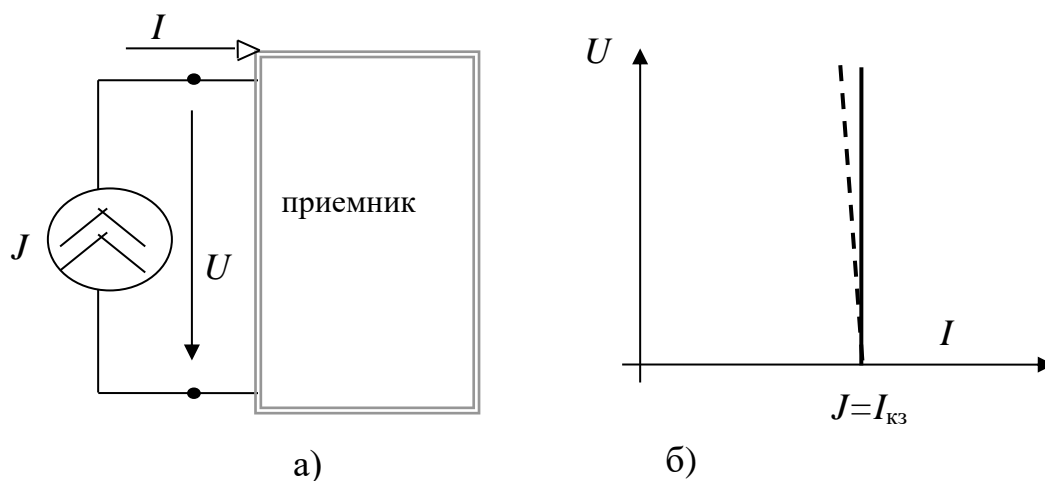

Рис. 3
*Источник тока – идеальный источник* энергии, ток которого при любом напряжении на его выводах остается неизменным. Изображение на схеме (а) и нагрузочная характеристика (б) для указанных положительных направлений тока  $I$  [А] и напряжения  $U$  [В] представлены на Рис. 3. Предполагается, что источник соединен с приемником, через который замыкается ток  $I$ .